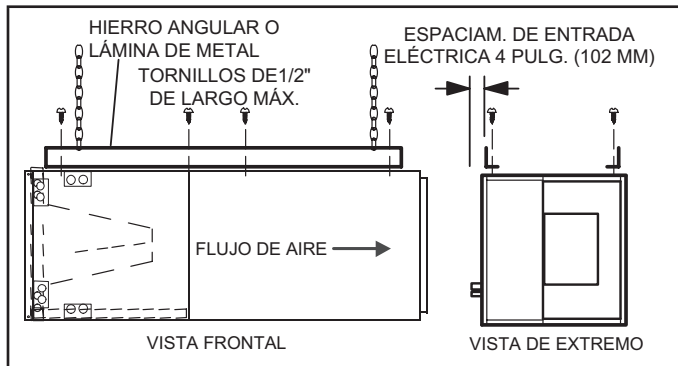

FIGURA 9. Cómo colgar la unidad horizontal
- 5 - Si la unidad está colgando, el gabinete debe estar apoyado a todo lo largo. Si usa una cadena o correa, use una pieza de hierro angular o lámina de metal adjunta a la unidad (ya sea arriba o abajo) para apoyar el largo del gabinete. Use tornillos de sujeción de no más de 1/2 pulgada para evitar dañar el serpentín o el filtro. Ver la Figura 9. Use tornillos para lámina de metal para conectar los plenos de aire de retorno y suministro según sea requerido.
- 13 - Si va a colgar la unidad, debe estar apoyada a todo lo largo del gabinete. Si usa una cadena o correa, use una pieza de hierro angular o lámina de metal adjunta a la unidad (ya sea arriba o abajo) para que el largo completo del gabinete esté apoyado. Use tornillos de sujeción de no más de 1/2 pulg. para evitar dañar el serpentín o el filtro, como se ilustra en la Figura 9. Conecte los plenos de aire de retorno y suministro con tornillos para láminas de metal.